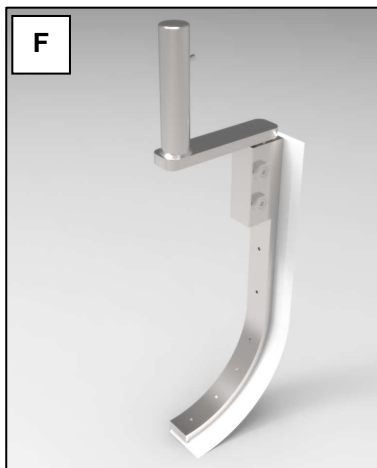

Рисунок 8 - Насадки и скребок
Посмотрите рисунок 8:
- задвинуть штифт рис.6 вверх, повернуть насадку таким образом, чтобы штифт рис.6 плотно вошёл в горизонтальное отверстие рис.8 до упора (фото Е) опустить зажим рис.3: отверстие рис.9 заблокирует штифт рис.6, заблокировав, таким образом, насадку в позиции (фото F);
- отверстие Г рис.7 должно находиться в позиции, показанной на деталях А и В, то есть, таким образом, чтобы после установки скребка, он прикасался к внутренним стенкам дежи в верхней позиции; вставить четыре винта рис.8.и плотно завинтить их, не прикладывая чрезмерных усилий.
- установить дежу рис.1 таким образом, чтобы отверстия рис.5, присутствующие на каждом крыле опоры рис.6 вошли в выступающую часть опоры рис.8